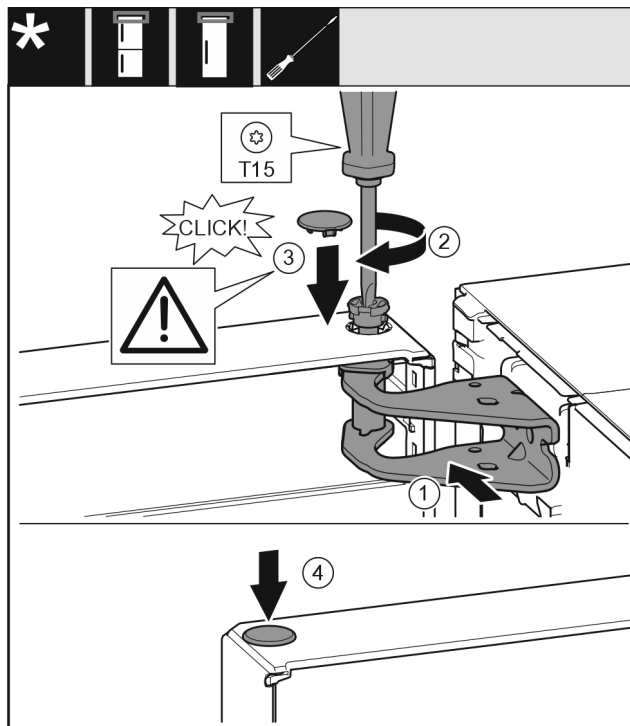

Fig. 20
- Vložte čep Fig. 20 (2) a pevně jej utáhněte šroubovákem.
- K zajištění dveří namontujte bezpečnostní kryt Fig. 20 (3): Bezpečnostní kryt nasad'te a zkontrolujte, zda přiléhá na dveře. V opačném případě čep zcela zasuňte.
- Vložte zátku Fig. 20 (4).